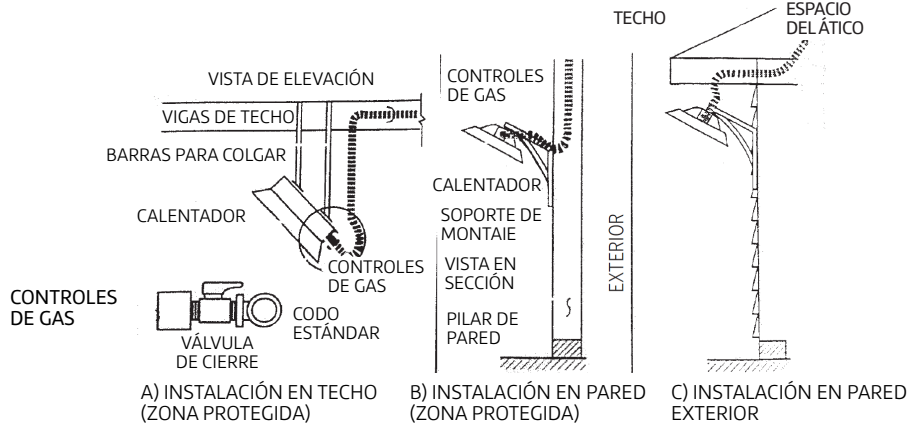

Figura 4.25
**B. Calentadores infrarrojos:** Los calentadores infrarrojos instalados en techos y paredes de estructuras se deben conectar al sistema WARDFlex® como se muestra en la figura 4.25 e instalar de acuerdo con las instrucciones del fabricante.